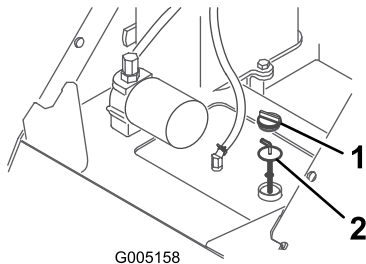

Bild 37
4. Reinigen Sie den Bereich um den Füllstutzen des Hydraulikbehälter (Bild 37).
5. Nehmen Sie den Deckel des Füllstutzens ab und prüfen Sie den Ölstand am Peilstab (Bild 37).